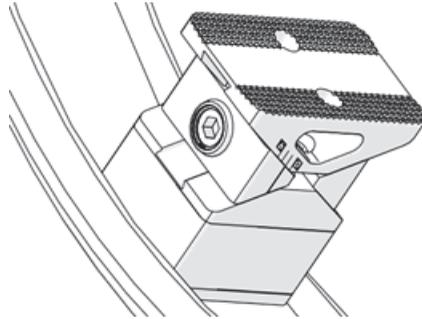

Figure 1-17 Entretoise installée
2. Une fois le pied retiré, installez ou retirez l'entretoise en fonction de la taille du tuyau (Figure 1-17 à la page 40).